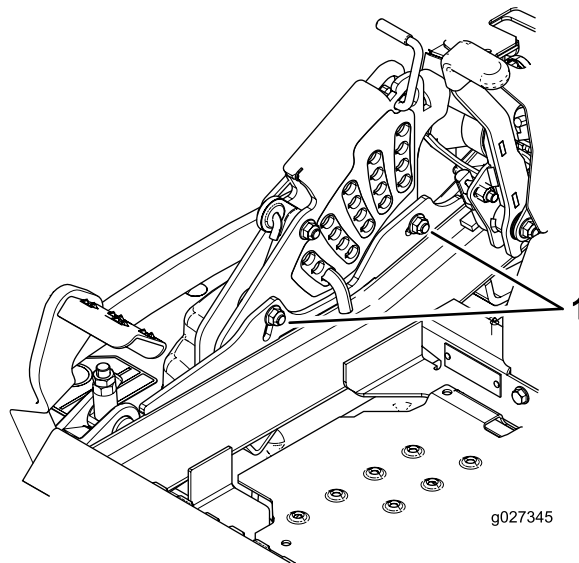

Figure 94
12. Pour régler le système monpoint, desserrez les 2 boulons au bas de la plaque de hauteur de coupe (Figure 94).
14. Serrez les 2 boulons au bas de la plaque de hauteur de coupe (Figure 94). T